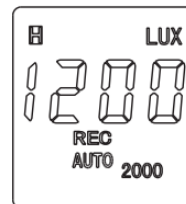

Fig.6
6. Gravação automática de dados. Primeiro pressione REC, então segure o primeiro pressionado e pressione MODE ao mesmo tempo para iniciar a função de gravação automática. A indicação AUTO será exibido para ajusta a escala automaticamente. Então as indicações REC e " " irão ambos piscar no display(Fig.6).